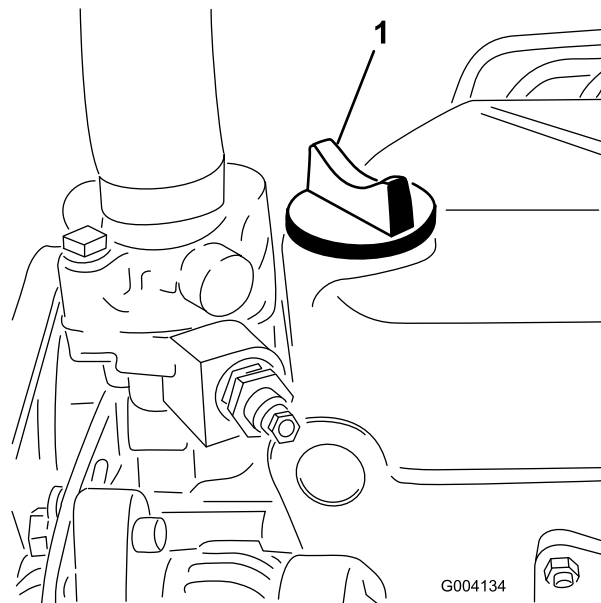

Figura 49
5. Se o nível de óleo se encontrar abaixo da marca Cheio da vareta, retire a tampa de enchimento (Figura 49) e adicione óleo até que o nível atinja a marca Cheio.